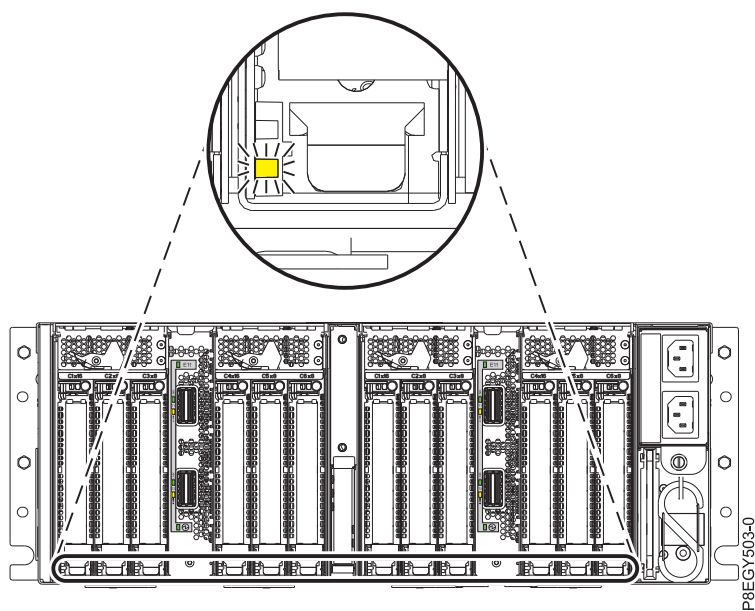

Figure 48. Emplacement du voyant orange de panne ou d'identification (situé en bas) de carte PCIe dans le tiroir d'extension PCIe3
9. Recherchez le voyant orange de panne (situé en bas) que vous avez activé pour identifier l'emplacement de carte PCIe. Voir figure 48.